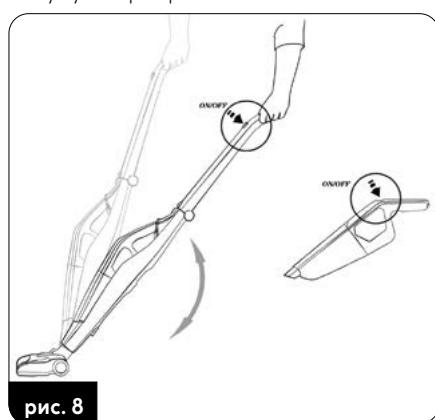

рис. 8
- Запустите пылесос кнопкой (6) непосредственно на пылесосе или кнопкой (1) на главном держателе (рис.8). Работа кнопок не зависит друг от друга, пока пылесос находится в главном держателе.
- Вместе с пылесосом запускается электрическая щетка (15) со светодиодами (16), освещдающими очищаемую поверхность.